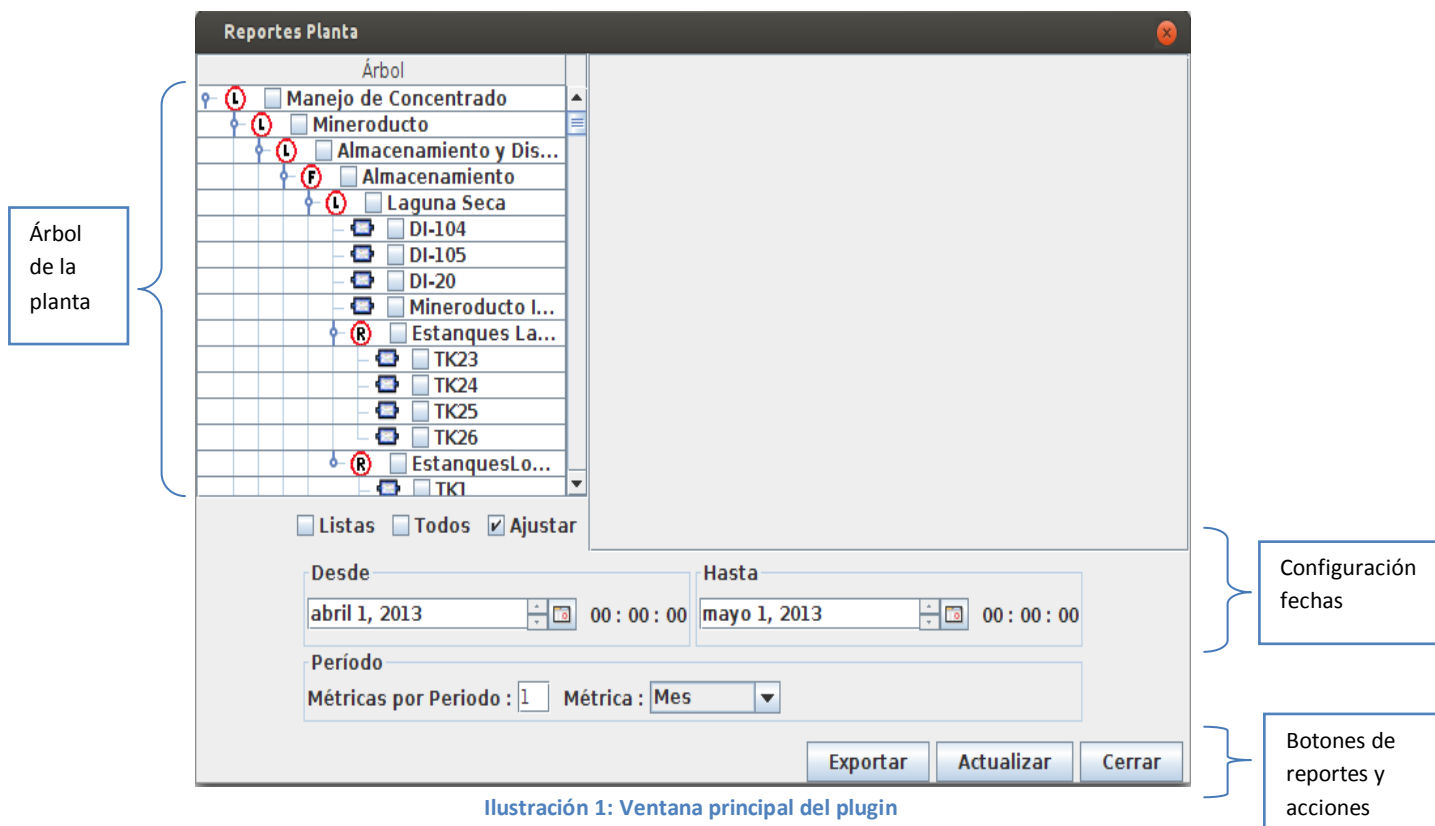

Ilustración 1: Ventana principal del plugin
1. Seleccionar el ícono **“Plugin Reporte Planta”** de la barra de herramientas **Informes Históricos**. Se mostrará la ventana principal del plugin con el árbol lógico funcional a la izquierda, las configuraciones de fecha abajo y los botones para generar el reporte (botón **“Actualizar”**) y para exportar. Ver ilustración 1.